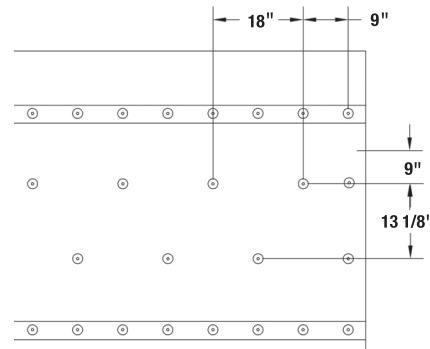

Figure 2-1 (Fixation)
2. **Installez la sous-couche MA (si nécessaire)...** à l'aide de clous avec une tête de 1 po. Fixez en clouant dans le raccord à tous les 9 po et en clouant dans le milieu en quinconce et en 2 rangées à tous les 18 po (Figure 2-1). Couvrez toute la surface du toit.